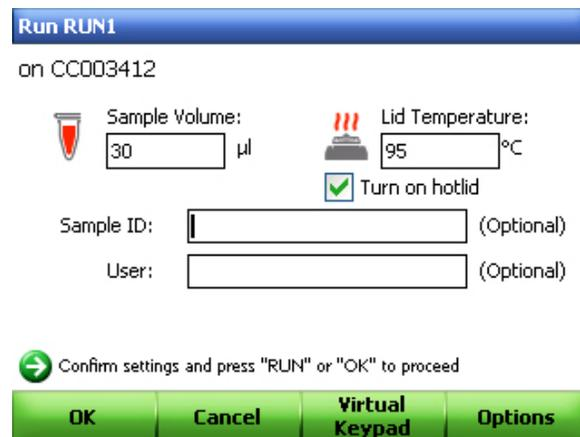

Figura 38. Edição do volume de amostra e da temperatura da tampa.
5. Edite o **Sample Volume** (volume de amostra) e a **Lid Temperature** (temperatura da tampa). Pode também ser registada uma **Sample ID** (ID de amostra) ou um **User** (utilizador) para o ciclo (Figura 38). Clique em **OK** (F1) para continuar.
1. Seleccione **Options** (Opções) (F4) no ecrã de informações do ciclo (Figura 38 na página 56).